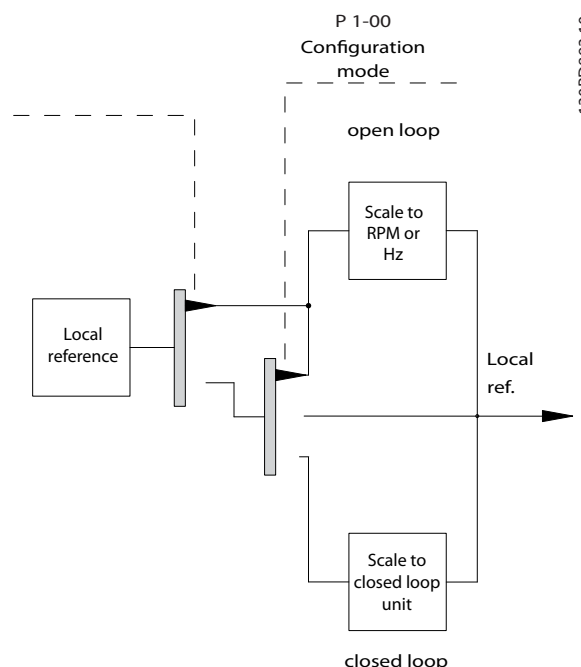

Рисунок 2.14 Режим конфигурирования
- На *Рисунок 2.14* показан ручной режим конфигурирования для местного задания.